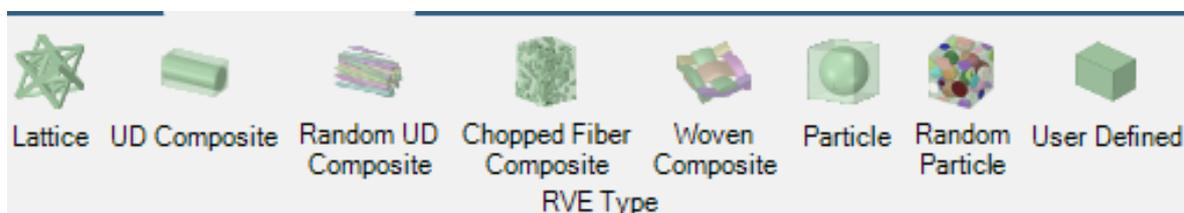

Рис. 6. Выбор объемного элемента модифицированной микроструктуры
4. В верхней панели инструментов (рис. 6) выбираем тип объемного элемента модифицированной микроструктуры согласно своему варианту (табл. 1).